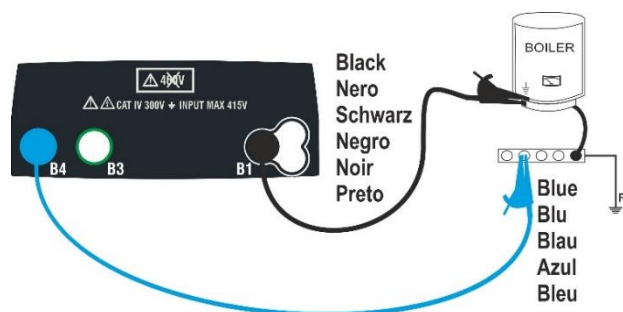
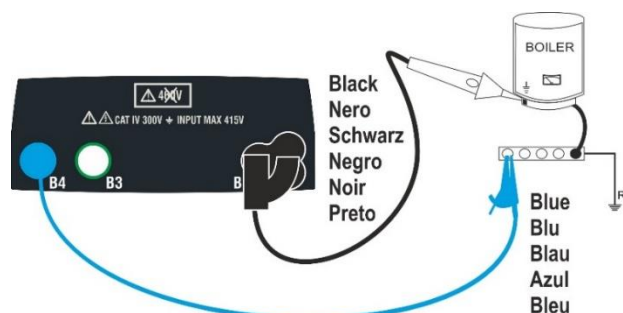

Fig. 8: Kontinuitetstest med hjälp av testledningar
Fig. 9 Kontinuitetstest med hjälp av fjärrbetjäningssprob
6. Anslut testledningarna till den ledare som skall testas som visas i Fig. 8 och Fig. 9